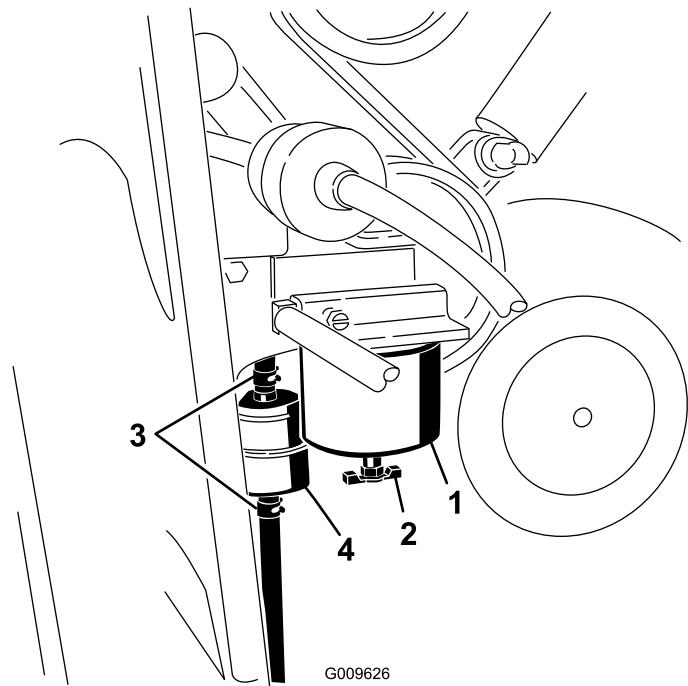

Figura 36
1. Individuate i filtri carburante sul lato destro del motore (Figura 36) e posizionate un recipiente pulito sotto di esso.
2. Pulire la superficie circostante la scatola del filtro (Figura 36).
3. Rimuovete la scatola del filtro e pulite la superficie di montaggio (Figura 36).
5. Installare a mano la scatola del filtro finché la guarnizione non tocca la superficie di appoggio, poi ruotarla per un altro 1/2 giro (Figura 36).
6. Individuate il filtro in linea dietro la scatola del filtro del carburante (Figura 36) e osservate la direzione della freccia del flusso sul lato del filtro in linea.
1. Individuare il filtro carburante sul lato destro del motore (Figura 36) e posizionare un recipiente pulito sotto di esso.
7. Aprite i fermi su ciascuna estremità del filtro in linea ed estraete i flessibili (Figura 36). Gettate via il filtro.
8. Fate scorrere i flessibili sull'estremità di un nuovo filtro (Figura 36), verificate che la freccia sul filtro sia posizionata nella stessa direzione di quella sul vecchio filtro.